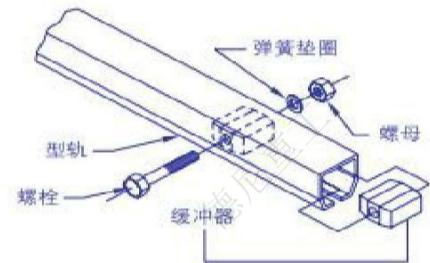

图8E. 在主梁上安装终端缓冲器
- 8.10 再主梁的末端安装终端缓冲器（图 8E）
- 8.13 对于 125kg 或 250kg 系列的型轨，要重新安装终端缓冲器（图 8E）